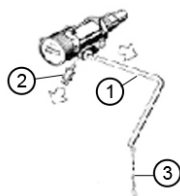
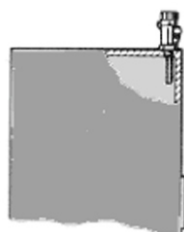

Рис.4
Рис.5
**Установка:** Рис.4 снимите рычаг 1 и соединитель 2. Рис.5 Вертикальная установка. Вкрутите регулятор в котёл в вертикальном положении. Установите рычаг 1 в обратной последовательности (см. рис. 4), закрепите винтом соединитель 2 и отрегулируйте цепь 3.
- в случае вертикальной установки (рис. 5) используйте белые цифры.